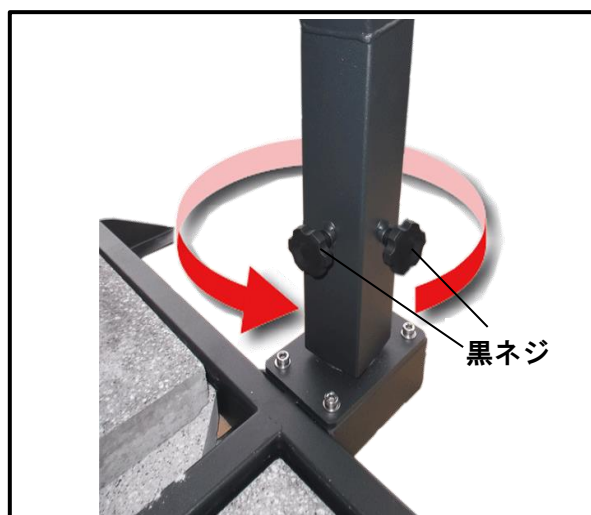

図.12
- ① 回転操作を行う場合にはパラソルを閉じて下さい。
- ② 支柱部の黒ネジ大 (i) を2か所緩めます。(図.12)
- ③ 支柱 (D) をしっかり持ち、任意の位置まで回転させ、①で緩めた黒ネジ大 (i) 2ヶ所をしっかりと締めます。